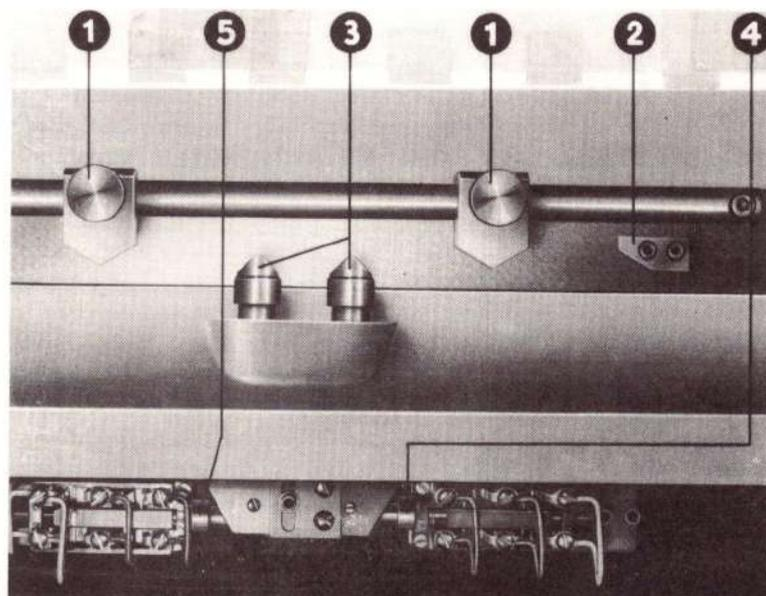

Bild 6a: Querweg - Schaltelemente am Rückenständer
- 2) Einstellung am Rückenständer (siehe Bild 6a)
Die Anbringung der einzelnen Schalter für Querwegbegrenzung ist aus Bild 6a ersichtlich. Alle Druckknöpfe und Kontakte sind gegenseitig derart verriegelt, daß trotz Drückens mehrerer Druckknöpfe ein Kurzschluß ausgeschlossen und damit eine Fehlschaltung unmöglich ist (narrensicher).